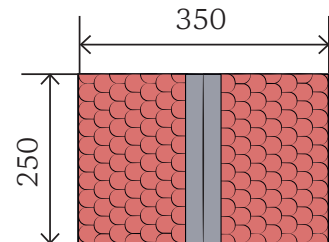

Fig. 3
- Măsurați și trasați acoperișul pe un carton colorat (Fig. 3).